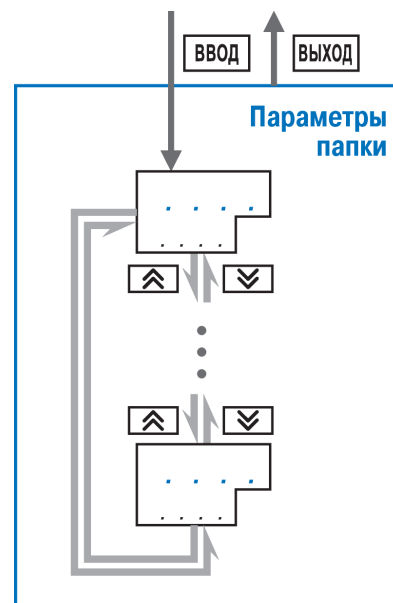

Рисунок 12.4 - Перемещение между параметрами
- Перемещение между параметрами (см. рисунок 12.4) осуществляется кнопками  и  ( ) (циклически в любую сторону). При этом мигает имя параметра на ЦИ1.